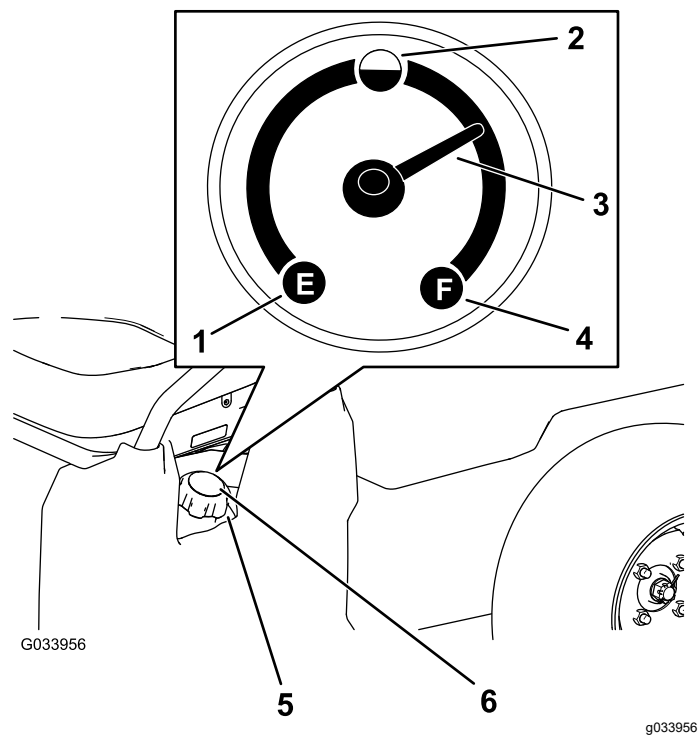

Bild 14
4. Reinigen Sie den Bereich um den Tankdeckel (Bild 14).